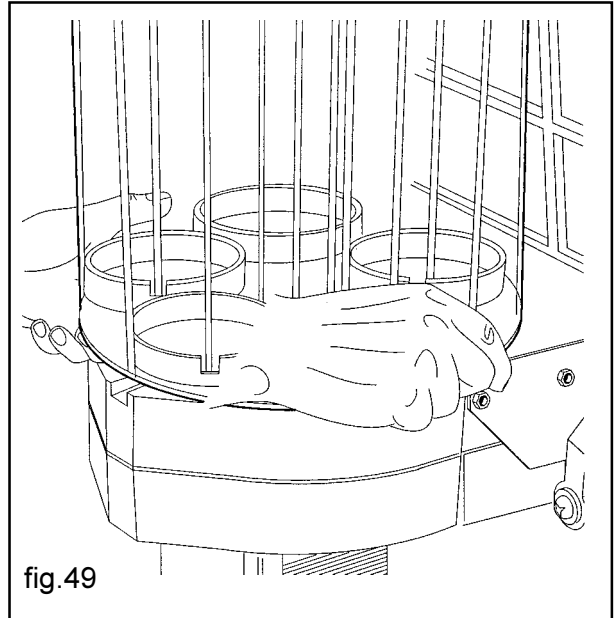

fig.49
- Remove the cup dispenser(fig. 49).